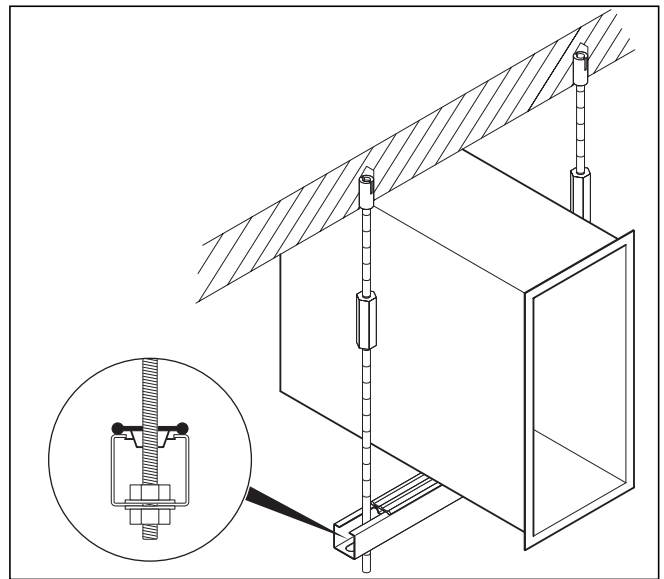

Abb. 4.1 Tragschienen-set VWZ LM montieren
- Montieren Sie das Tragschienen-set wie in Abb. 4.1 gezeigt.